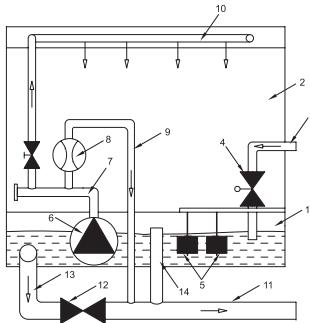

Рисунок 18
Установках RW могут применяться модели оборотного снабжения (рис.18), наиболее полно реализующих функционал увлажнителя. Поддон (1) наполняется водой из магистрального трубопровода. Уровень воды в поддоне поддерживается при помощи герконового датчика уровня (5) и нормально закрытого соленоидного клапана (4). В случае, когда требуется увлажнение, включается насос (6) и вода через распределительную гребенку (7) подается на блоки водораспределительных головок (10). Через водораспределительные головки вода равномерно распределяется на кассеты (2). Стекая по поверхности кассет, часть воды абсорбируется материалом кассеты, а часть возвращается в поддон. При прохождении воздуха через увлажненный материал кассеты, происходит испарение воды с поверхности материала. Таким образом влагосодержание воздуха повышается. Процесс сопровождается некоторым понижением температуры проходящего через кассеты воздуха, что позволяет использовать увлажнитель в качестве секции охлаждения в летний период. В процессе испарения содержание соли в оборотной воде повышается и может достичь уровня при котором соль будет откладываться на материале кассеты и элементах конструкции. Для нормализации концентрации солей в оборотной воде - предусмотрена система сброса части воды в дренаж и восполнения ее до необходимого уровня за счет подачи чистой. Величина отводного потока настроена по умолчанию. Для самостоятельной регулировки служит регулирующий кран (7) и расходомер на линии